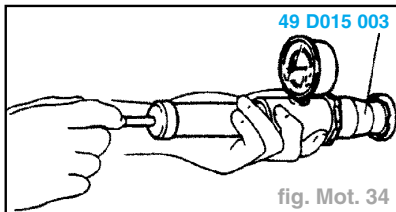

fig. Mot. 34
- Raccorder le bouchon de radiateur au testeur de bouchon de radiateur. Appliquer la pression progressivement (fig. Mot. 34).